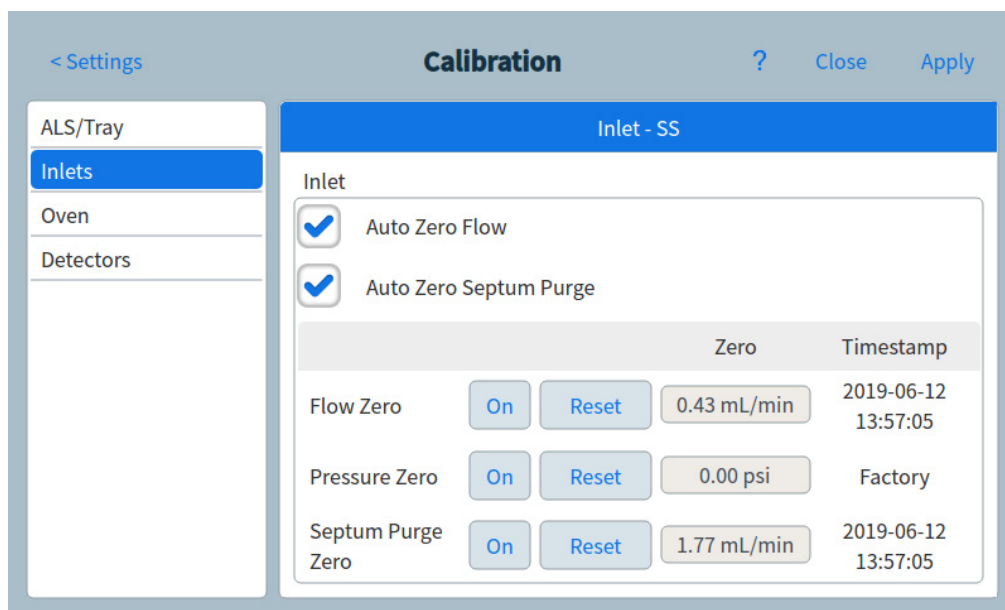

Abb. 39 Seite „Calibration“
- 2 Drücken Sie **Calibration**. Die Seite „Calibration“ wird angezeigt. Siehe Abb. 39.